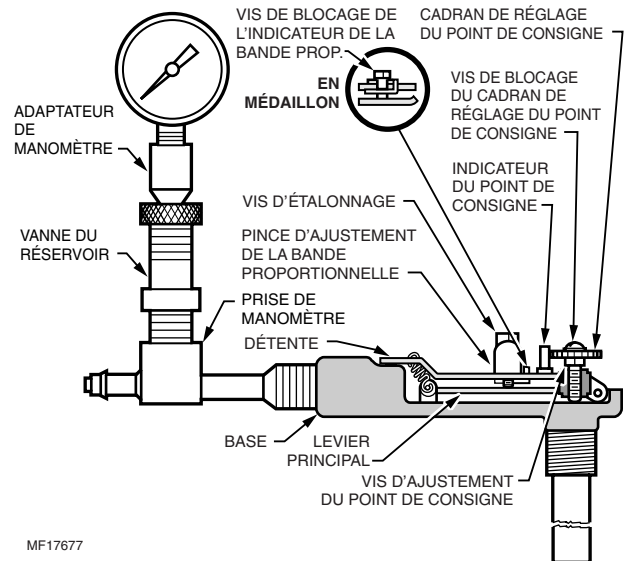

Fig. 8. Ajustement du LP907A.
Voir la Fig. 8 et la section sur la Maintenance.
1. Desserrer la vis de blocage de l'indicateur de la bande proportionnelle à l'aide de la clé à thermostat. Voir la Fig. 8.